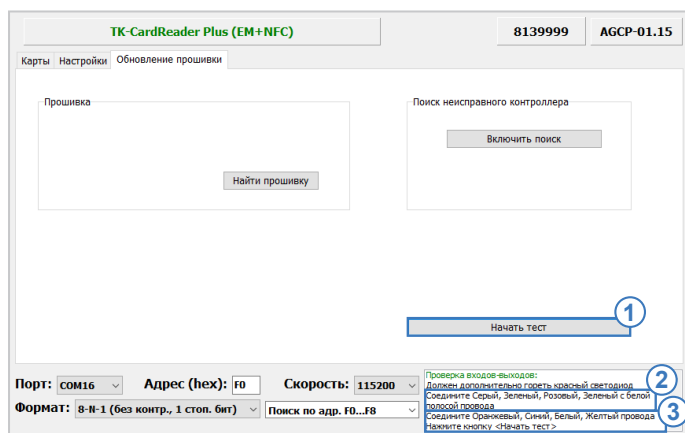

Рис.36. Диагностика входов и выходов считывателя
- Перейдите на вкладку «Обновление прошивки» и нажмите кнопку «Тест входов-выходов» (**Рис.36, п.1**).
- Соедините серый, зеленый, розовый, зеленый с белой полосой провода считывателя (**Рис.36, п.2**);
- Соедините оранжевый, синий, белый, желтые провода считывателя (**Рис.36, п.3**).